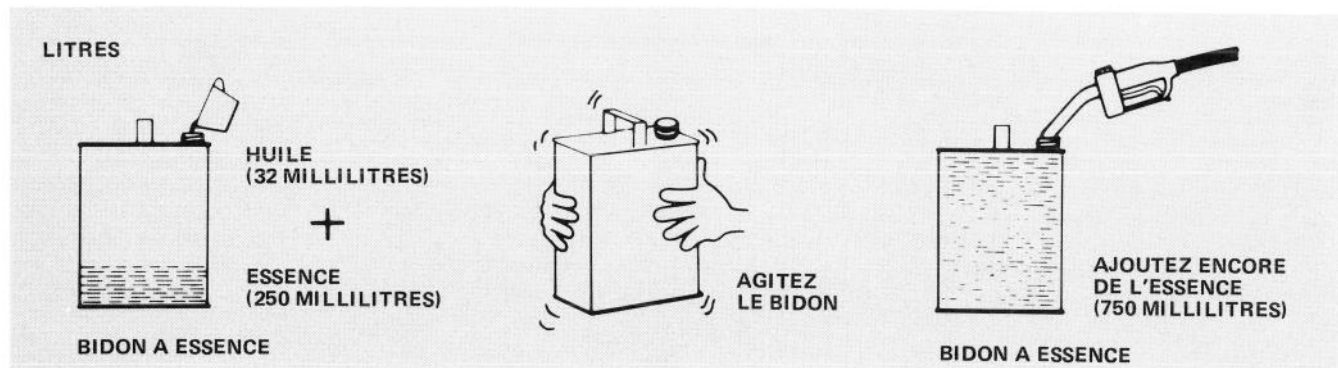

Figure 6
1. Versez 250 Millilitres d'essence au plomb ou sans plomb ORDINAIRE dans un bidon à essence (Fig. 6).
2. Versez 32 Millilitres d'huile pour moteur à deux temps dans le bidon à essence (Fig. 6). **N'UTILISEZ PAS** d'huile multigrade.
3. Agitez vigoureusement le bidon d'essence pour bien mélanger l'huile et l'essence (Fig. 6). N'oubliez pas de mettre le bouchon sur le bidon d'essence avant de l'agiter.
4. Ajoutez 750 Millilitres d'essence au mélange contenu dans le bidon (Fig. 6).